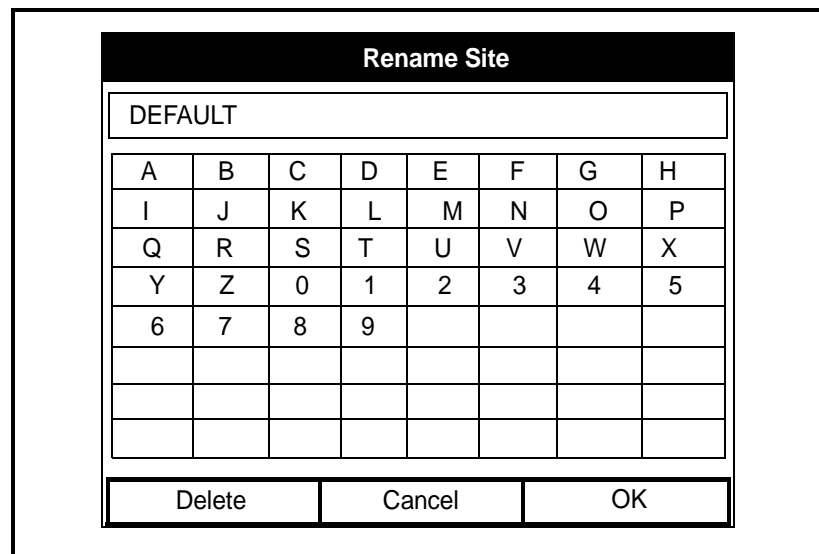

Figura 4-9: Ventana Rename Site (Cambiar nombre de ubicación)
2. Desplácese hasta la opción *Rename* (Cambiar nombre) y pulse [ENTER]. Aparecerá una ventana como la de la figura 4-9.